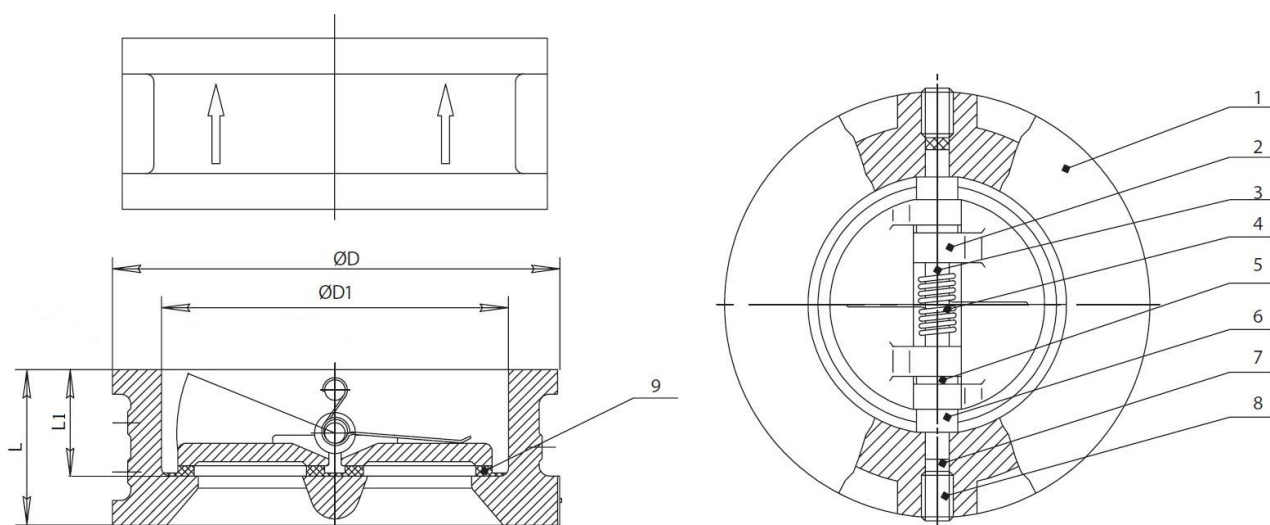

Рисунок 1. Конструкция клапана
1.2.7. Основные размеры и массогабаритные характеристики приведены на рис. 1, в табл. 2.
1.3.1. Основные элементы конструкции клапана приведены в табл.1, на рис.1.
1.3.2. Под действием прямого потока рабочей среды створки 2 перемещаются по оси 3 и открывают клапан. При отсутствии прямого потока рабочей среды под действием пружины 4 и собственного веса створки 2 перекрывают движение обратного потока среды (рис. 1).